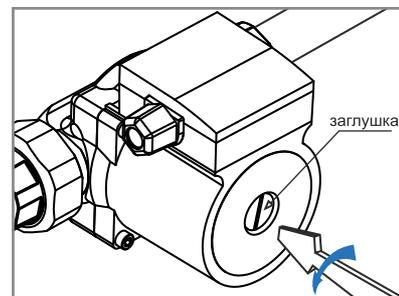

Рис.4. Удаление воздуха из корпуса насоса.
- Выкрутить винт и снять заглушку (см.рис.4) для удаления воздуха, защитив электрические части от попадания жидкости или пара.